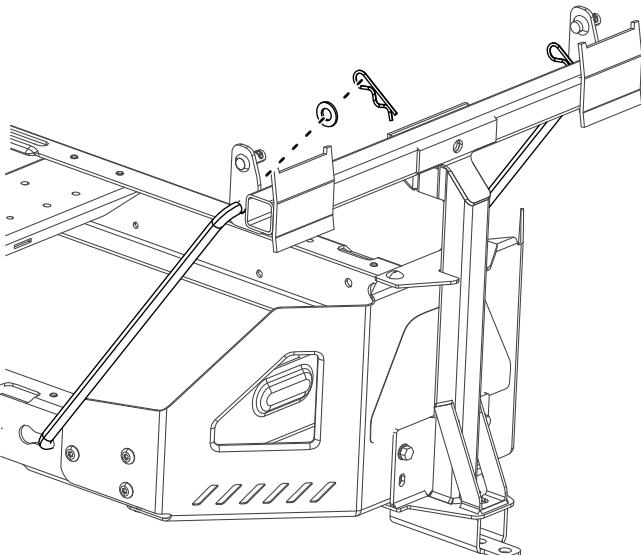

図 8
4. 機体フレームの左側にあるキー付きスロットに、ロッドの曲がって太い方の端部を差し込み、ロッドを後方にずらしてフレームに取り付ける図8。
- ロッドの曲がった方の端部を、図 8のようにアタッチメントマウントに差し込み、各ロッドの端部をワッシャとヘアピンコッターで固定する。
2. ピボットフレームにピボットブラケットを取り付ける図 8。